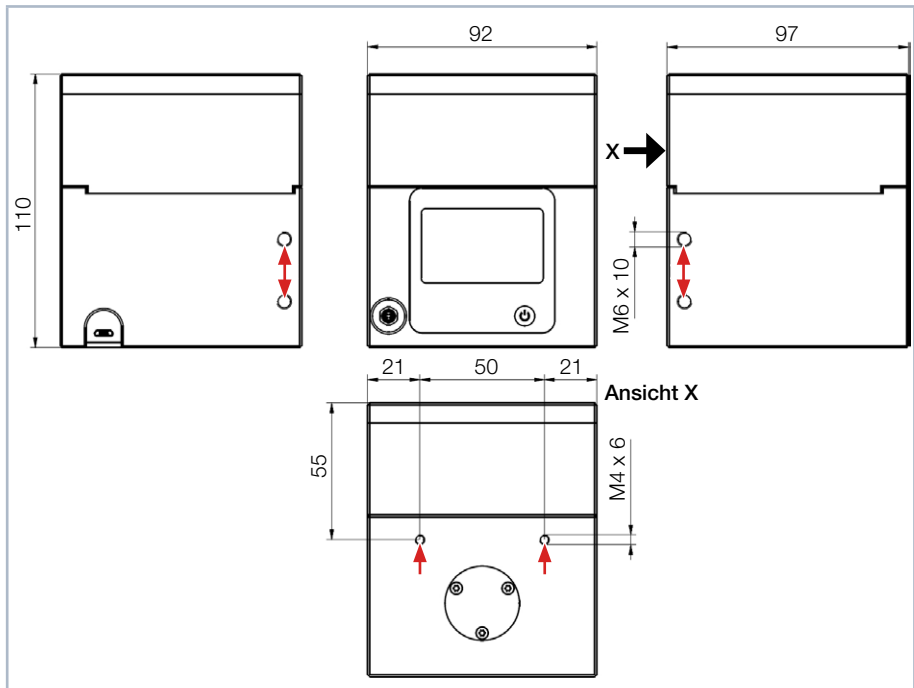

Abb. 8.3: Befestigungsgewinde im Gehäuse
2. Montieren Sie das Gerät an den Befestigungsgewinden gemäß den Angaben in der Abb. 8.3 auf Seite 18.
3. Schrauben Sie die Befestigungsschrauben aus den Befestigungsgewinden heraus (siehe Abb. 8.3 auf Seite 18).